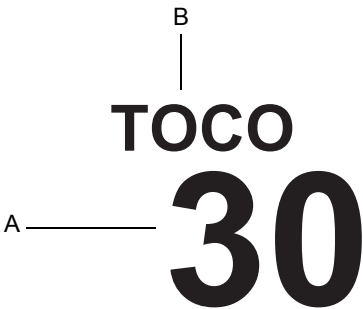

Рис. 3-5. Отображение данных UA (CM)
Область UA (CM) показана на рис. 3-5 и описана в табл. 3-5.